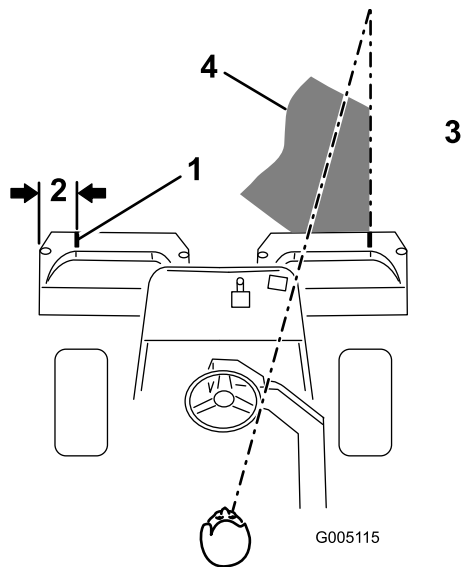
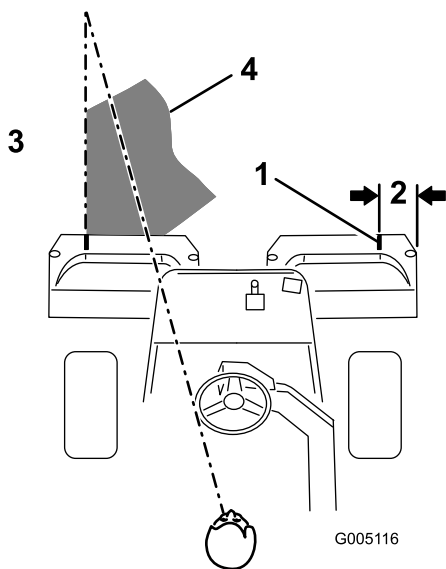

Figura 29
Figura 30
2. Coloque uma fita branca ou pinte um tira em cada um dos cestos, paralelamente à extremidade exterior de cada cesto (Figura 29).
Nota: Para cortar em linha reta ao longo do relvado e de modo a conseguir manter uma distância equitativa entre a extremidade da zona de corte anterior, estabeleça uma linha imaginária de aproximadamente 1,8 a 3 m à frente da máquina até a extremidade da zona por cortar (Figura 29 e Figura 30). Alguns utilizadores acham útil incluir a borda exterior da roda motriz na linha imaginária; por exemplo, mantenha a extremidade da roda motriz alinhada com um ponto que se mantém sempre à mesma distância da dianteira da máquina.